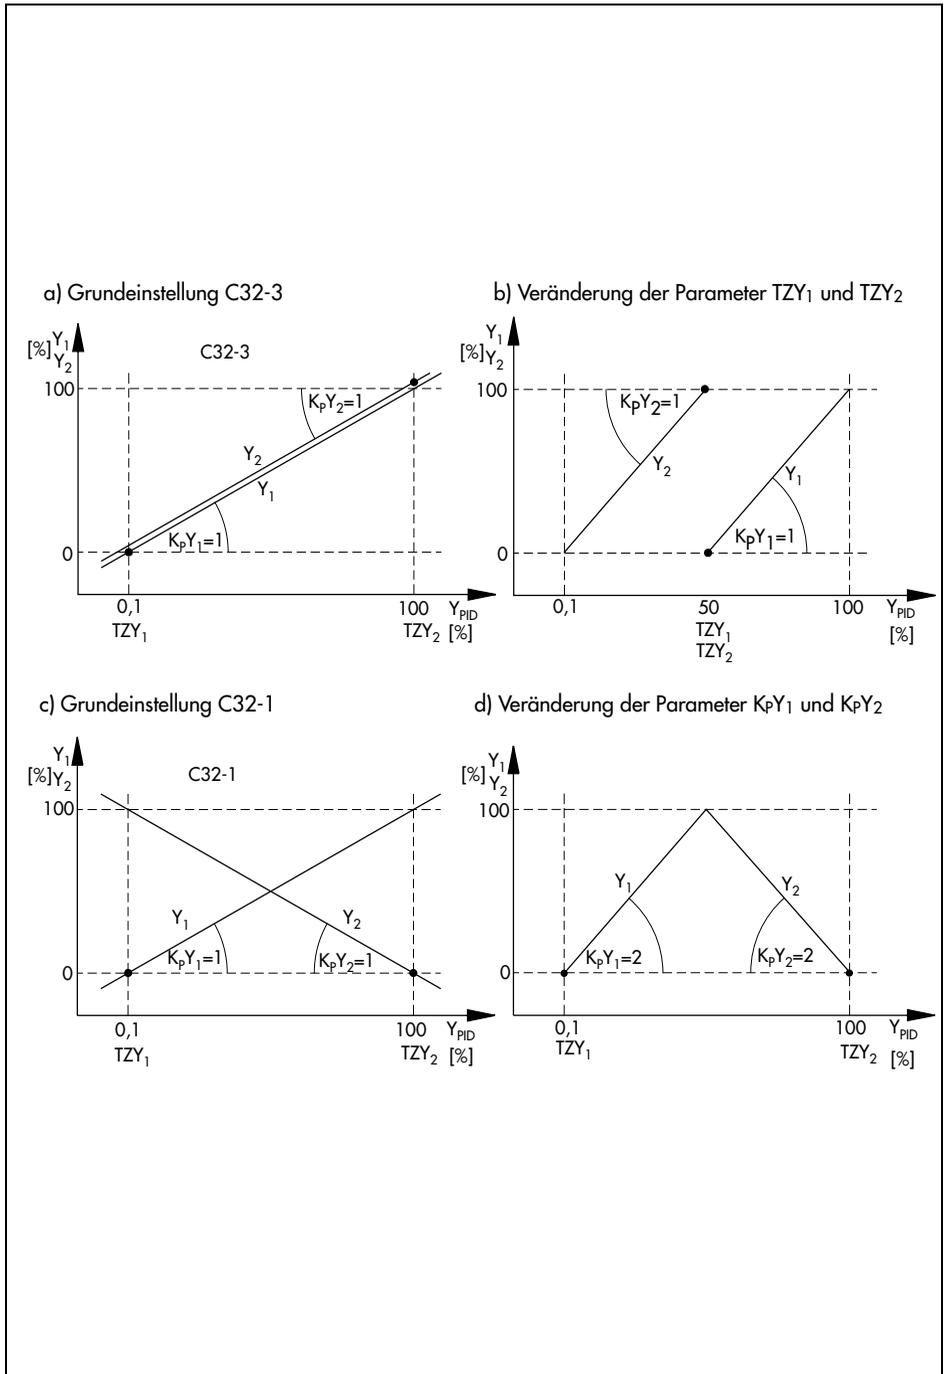

Bild 50 · Beispiele zur Kennlinieneinstellung
**Beispiel 1 (s. Bild 50 a) und b)):**
Beachte! Auch wenn im Bild 50 b) die Steigungen der Kennlinien gegenüber a) geändert sind, bleiben die Werte der Stellsignalverstärkung durch die interne Normierung erhalten.
**Beispiel 2 (s. Bild 50 c) und d)):**